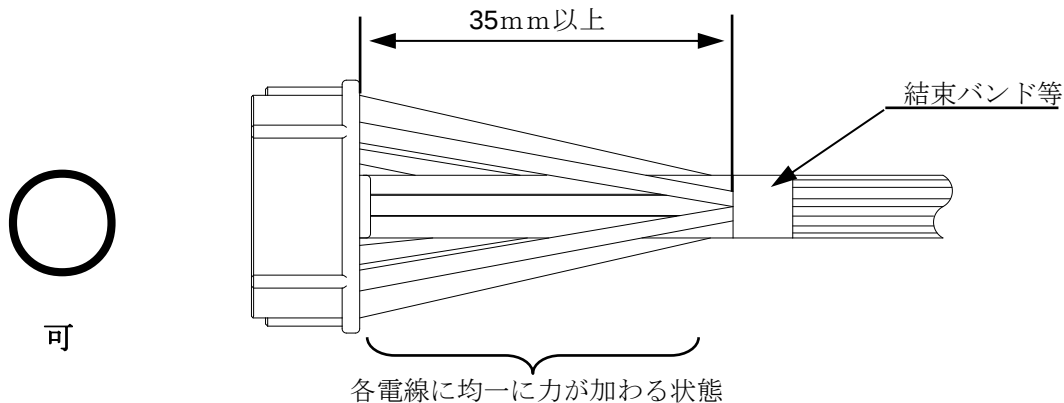

図 7-1 適切なハーネス結束状態
- ① 電線の結束は、コネクタから 35mm 以上のところで、電線に加わる力が均一になるようにして下さい。(図 7-1)